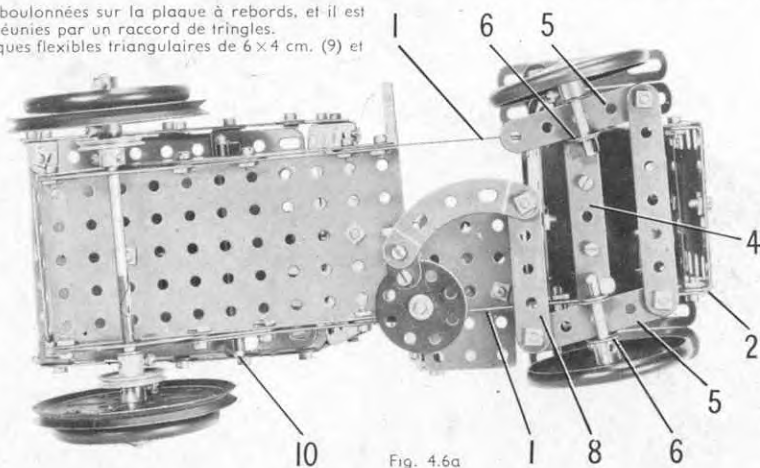

Fig. 4.6a
Une bande de 7 trous (4) (Fig. 4.6a) est boulonnée sur une bande coudée de 60 x 12 mm. fixée sur les bandes (1). Les bandes de 5 trous (5) passées dans les supports doubles (6) sont libres de pivoter sur des boulons de 9,5 mm., articulés sur la bande (4) par contre-écrou. Les bandes (5) sont réunies l'une à l'autre par une bande de 7 trous tenue par des boulons munis de contre-écrous. Deux roues d'auto sont bloquées sur des tringles de 4 cm., qui passent dans les supports doubles (6).
Le châssis est une plaque à rebords de 14 x 6 cm., prolongée par des bandes de 11 trous (1). Ces bandes dépassent la plaque à rebords de deux trous, et elles sont réunies par une bande coudée de 60 x 12 mm. (2) (Fig. 4.6a). L'avant du poste de conduite est une moitié de plaque à charnières fixée à une extrémité de la plaque à rebords par un support plat.